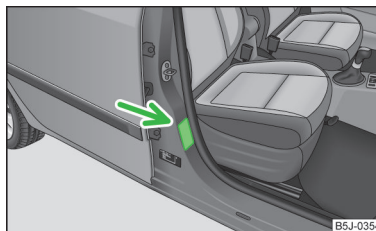

Fig. 13
- En el montante B del lado del acompañante » **fig. 13.** El adhesivo es visible al abrir la puerta del acompañante.